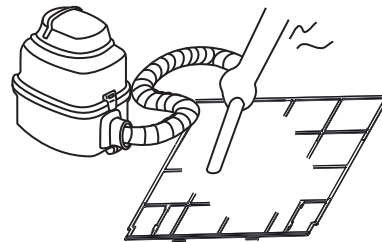

Abb. 6-2
- *Beim Absaugen mit einem Staubsauger muss die Lufteinlassseite nach oben zeigen. (Siehe Abb. 6-2)*